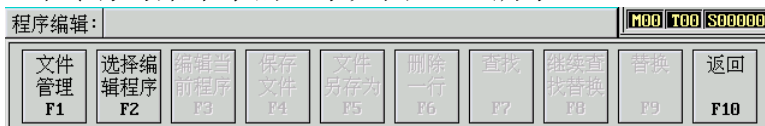
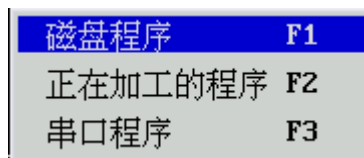
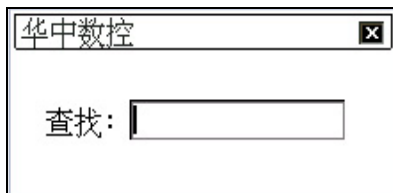

图 5.0.1 编辑功能子菜单
图 5.1.1 选择编辑程序
图 5.2.1 输入查找字符串
在图 1.3.1 所示的软件操作界面下，按 **F2** 键进入编辑功能子菜单。命令行与菜单条的显示如图 5.0.1 所示。
在编辑功能子菜单下（图 5.0.1）按 **F2** 键，将弹出如图 5.1.1 所示的“选择编辑程序”菜单。
- (1) 在“选择编辑程序”菜单(图 5.1.1)中，用▲、▼选中“磁盘程序”选项（或直接按快捷键 F1, 下同）；
- (1) 在“选择编辑程序”菜单(图 5.1.1)中，用▲、▼选中“串口程序”选项；
- (2) 按 **Enter** 键，系统提示“正在和发送串口数据的计算机联络”；
- (1) 在“选择编辑程序”菜单(图 5.1.1)中，用▲、▼选中“正在加工的程序”选项；
- (1) 在“选择编辑程序”菜单(图 5.1.1)中，用▲、▼选中“磁盘程序”选项；
当编辑器获得一个零件程序后，就可以编辑当前程序了，但在编辑过程中退出编辑模式后，再返回到编辑模式时，如果零件程序不处于编辑状态，可在编辑功能子菜单下（图 5.0.1）按 **F3** 键进入编辑状态。
- (1) 在编辑功能子菜单下（图 5.0.1）按 **F7** 键，弹出如图 5.2.1 所示的对话框，按 **Esc** 键，将取消查找操作；